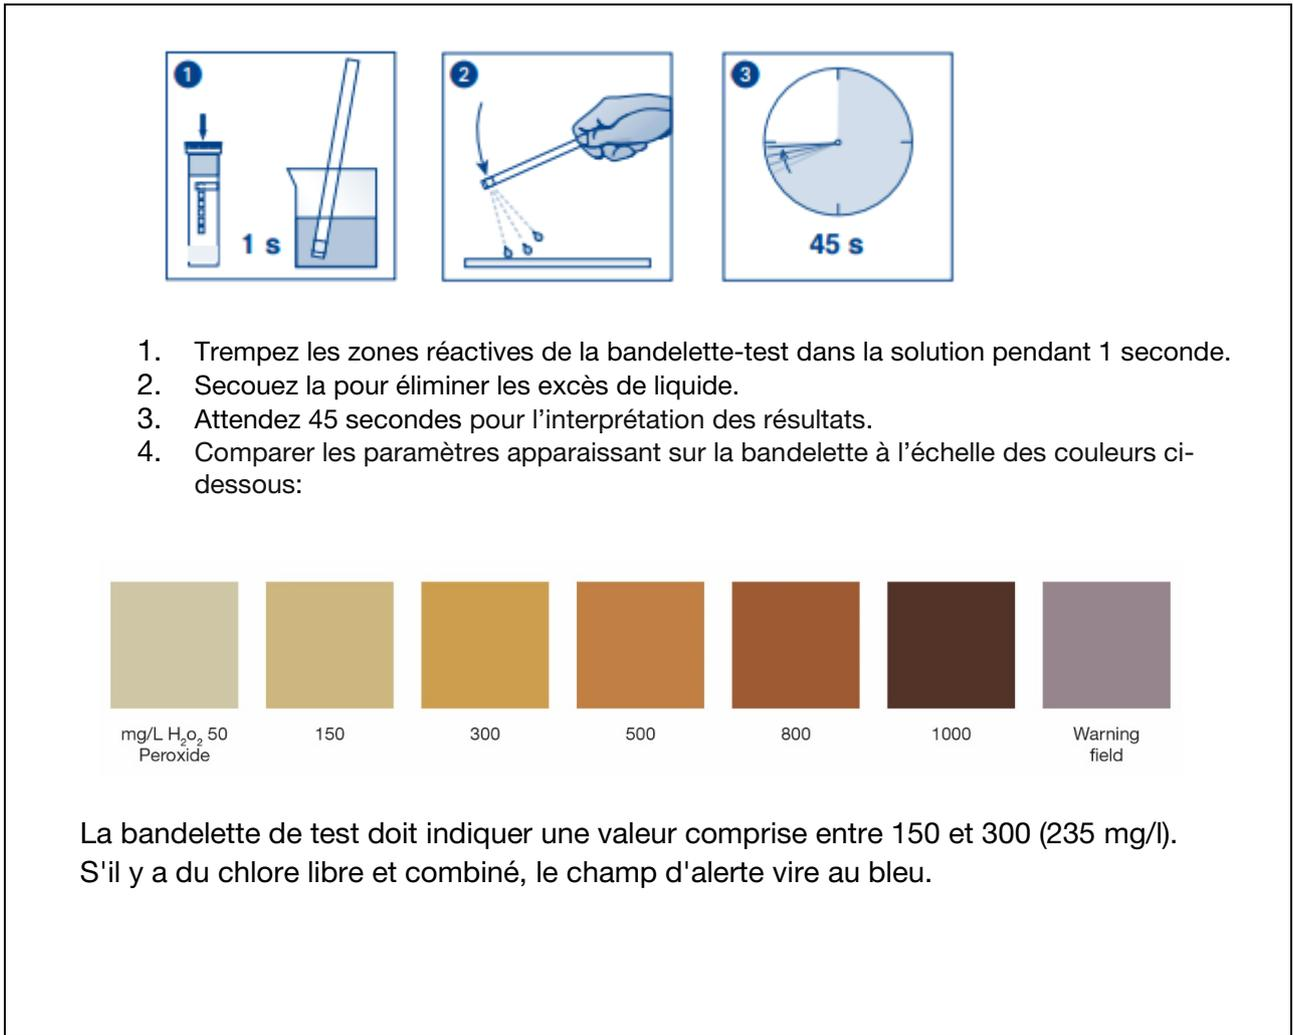

Figure 11
C14	Vérifiez que la butée de fin de course est située sur le dernier bloc instrument transportant de l'eau – Voir (12) en Figure 11. Si ce n'est pas le cas, déplacer le afin d'éviter toute stagnation de l'eau au niveau des blocs